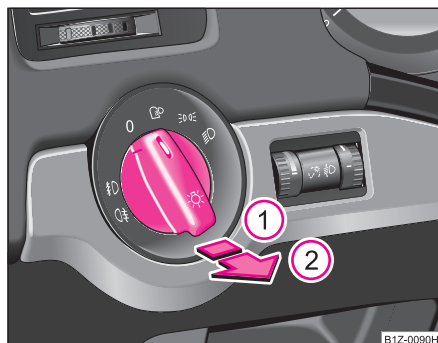

Fig. 41 Cuadro de interruptores: Conmutador de luces
En los vehículos con **dirección a la derecha**, la disposición de los conmutadores difiere en parte de la disposición indicada en ⇒ fig. 41. No obstante, los símbolos que marcan las posiciones de los interruptores son iguales.
- Gire el conmutador de luces ⇒ página 65, fig. 41 hasta la posición .
En los vehículos con mando automático de la luz de marcha se puede conectar el conmutador también en la posición  ⇒ página 65, fig. 41. La función Coming-Home se regula con el sensor de luminosidad en el soporte del retrovisor interior. Si la intensidad luminosa es mayor que el valor ajustado en el sensor de luminosidad, tras haber desconectado el encendido no se conectará la función Coming-Home.